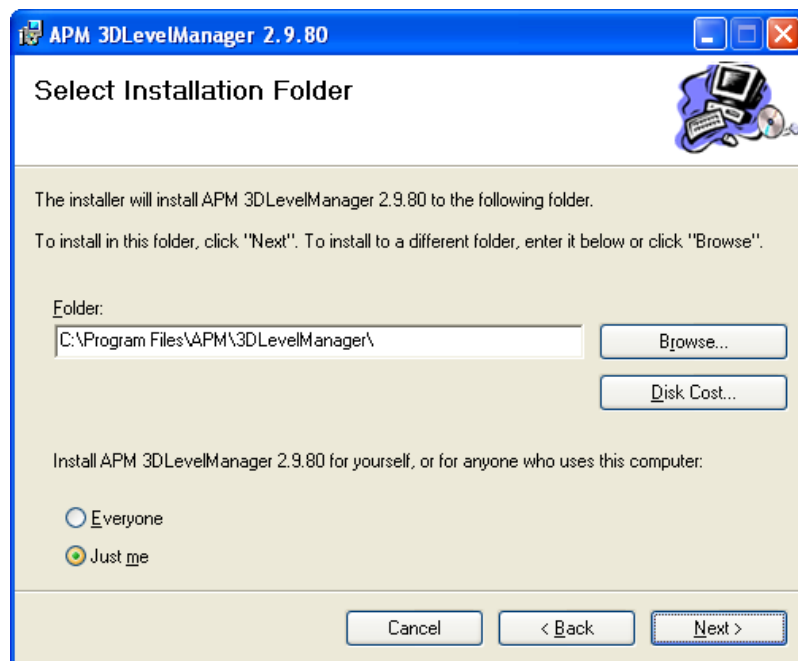

Рисунок 4
- **Everyone** – чтобы программа была доступна для всех пользователей данного компьютера (Рисунок 4).